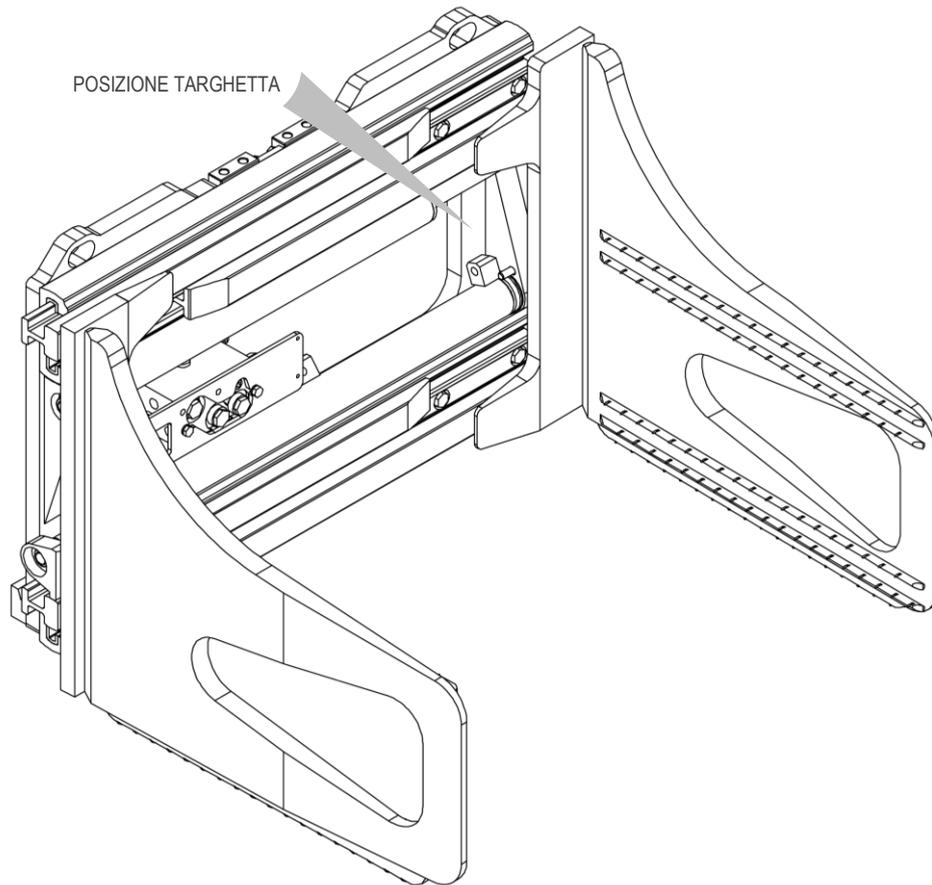

Figura 1
Tutte le attrezzature A.T.I.B. – “PINZA PER BALLE CON GANASCE SOTTILI TIPO 474.131 / PINZA PER BALLE CON CANASCE SCATOLATE TIPO 474.130 / PINZA PER BLOCCHI DI GOMMAPIUMA TIPO 474.195” vengono identificate mediante targhetta adesiva (vedi *Tabella 1*) posizionata sull’attrezzatura (vedi *Figura 1*), fare sempre riferimento al numero di matricola.
5. Per la movimentazione devono essere utilizzate cinghie o catene opportunamente dimensionate rispetto al peso dell'attrezzatura indicato in targhetta (vedi *Figura 1* e *Tabella 1* a pag.7).
9. Collegare il circuito idraulico, assicurandosi che la pressione di esercizio delle tubazioni sia superiore o uguale a quella indicata sulla targhetta di identificazione (vedi *Figura 1* e la *Tabella 1* a pag.7).
6. Per la movimentazione devono essere utilizzate cinghie o catene opportunamente dimensionate rispetto al peso dell'attrezzatura indicato in targhetta (vedi Figura 1 e la Tabella 1 a pag.7).